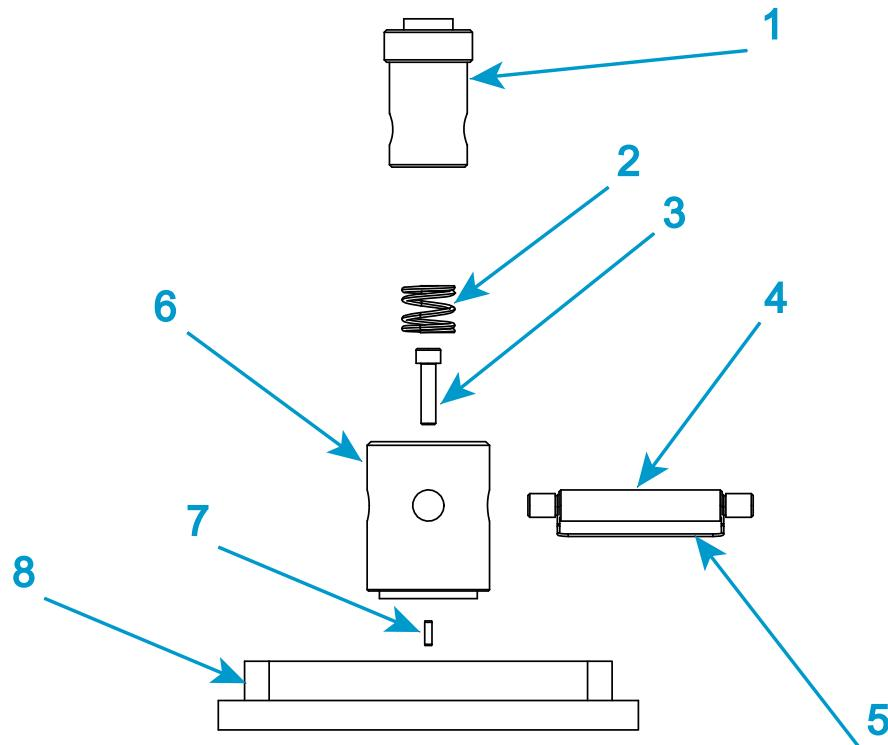

Abbildung 18. Sockeladapter Typ D
Legende für Abbildung 18
1. In Abbildung 18 ist nur ein Verdrehsicherungsstift sichtbar, da sich der zweite Stift direkt dahinter befindet.